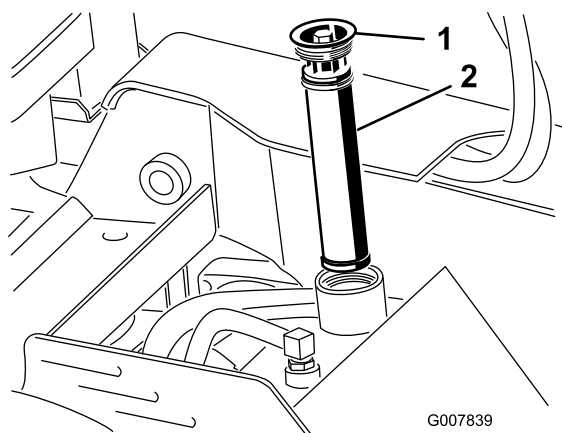

Figure 57
5. Nettoyez la surface autour du goulot de remplissage du réservoir de liquide hydraulique et enlevez le bouchon et le filtre du goulot de remplissage à l'aide d'une clé (Figure 57).